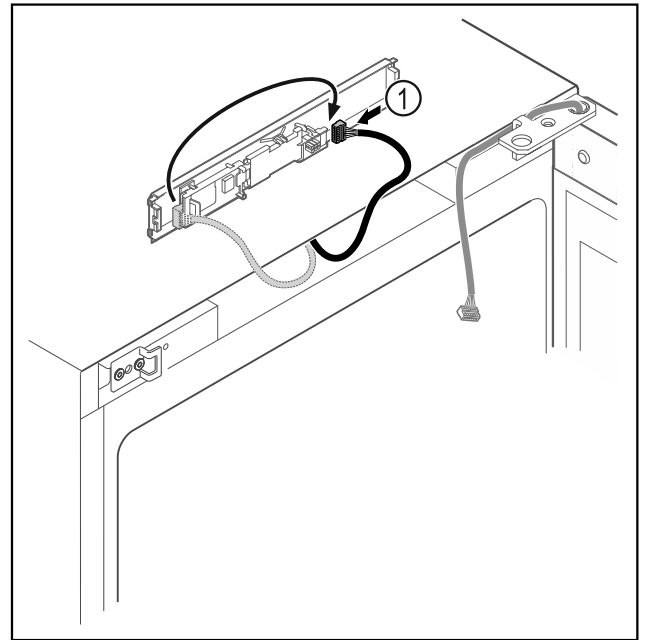

Fig. 15
- Scambiare la posizione del connettore Fig. 15 (1) sulla scheda.